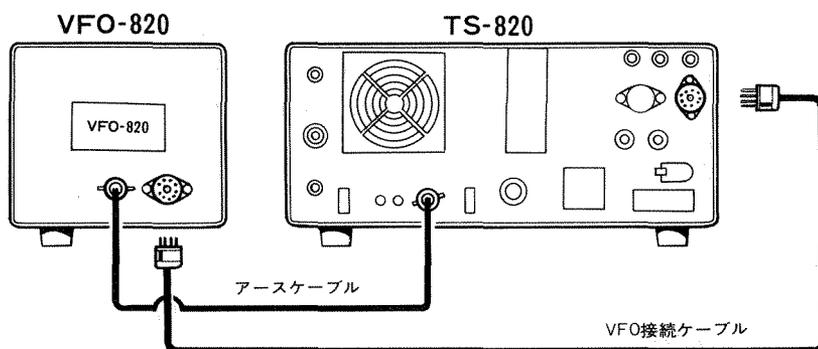

図17 VFO-820との接続
6.4 VFO-820との接続法 (図17参照)
本機の機能をさらに充実させるために、VFO-820を接続する方法を図17に示します。本体EXT VFOコネクタに挿入されている9PMTプラグは、紛失しないように保管しておいてください。VFOケーブルはVFO-820に付属されています。